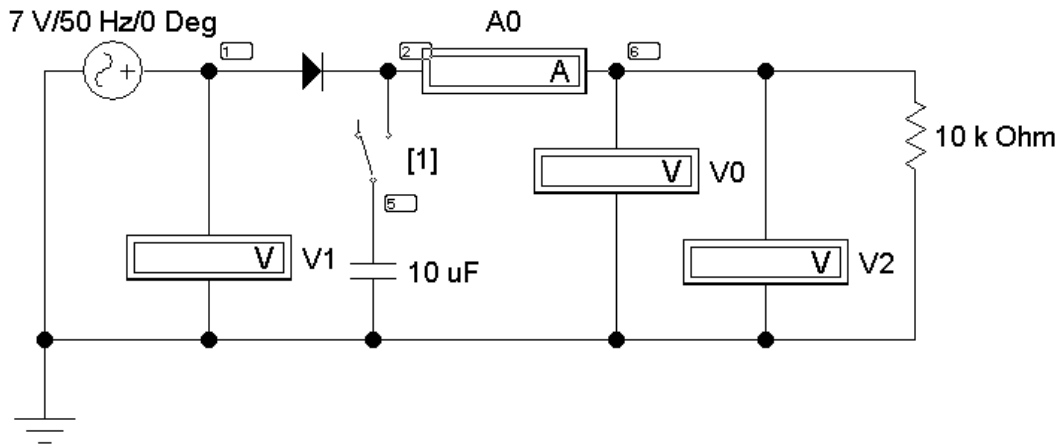

Рис. 5.2
Схемы электрических цепей, сравнительное исследование которых проводится в работе, показаны на рис. 5.2–5.5. Питание осуществляется от трехфазного генератора, причем на вход первых двух схем подается его фазное напряжение. Действующее значение этого напряжения контролируется в схемах 5.2–5.4 вольтметром переменного напряжения  $V_1$ . В последней же схеме этот вольтметр измеряет линейное напряжение.
#### 1. *Однополупериодный выпрямитель* (рис. 5.2).
2. Собрать электрическую цепь по схеме, изображенной на рис. 5.2, срисовать осциллограмму, а показания приборов записать в табл. 5.1.